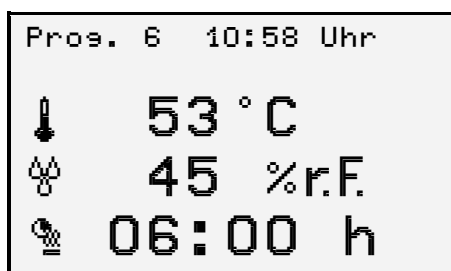
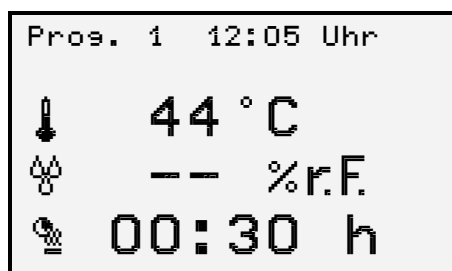

Abb. 5: Ansicht "Sauna mit Feuchte" (Beispiel)
Abb. 6: Ansicht "Infrarot" (Beispiel)
17. ▼-Taste drücken. Die Ansicht "Sauna mit Feuchte" (Abb. 5) wird wieder angezeigt.
17. ▼ -Taste drücken. Die Ansicht "Infrarot" (Abb. 6) wird wieder angezeigt.
1. Die Ansicht "Sauna" (Abb. 4), "Sauna mit Feuchte" (Abb. 5) oder "Infrarot" (Abb. 6) wird angezeigt.